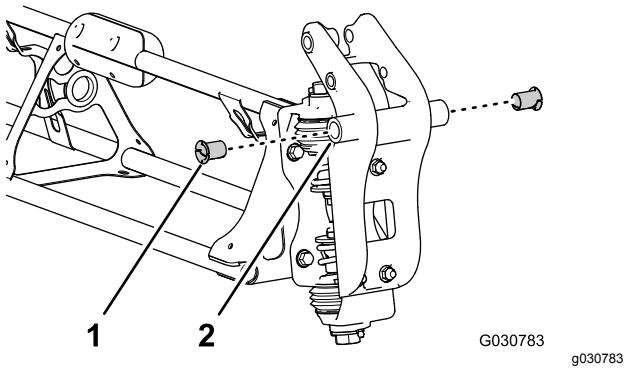

Figura 120
- Insira casquinhos de flange de nylon no orifício com 31,8 mm em cada lado da união da articulação (Figura 120).